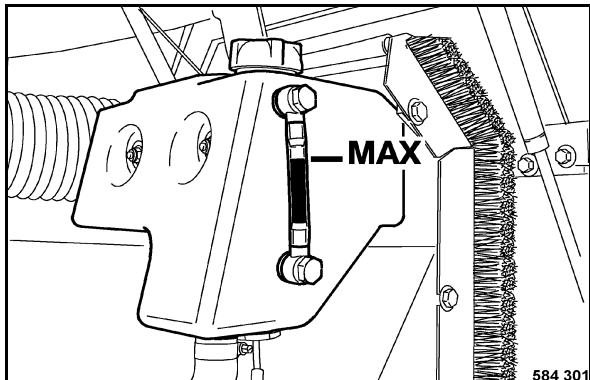

fig. 176
- Dévisser le couvercle (fig. 176) du réservoir de compensation.